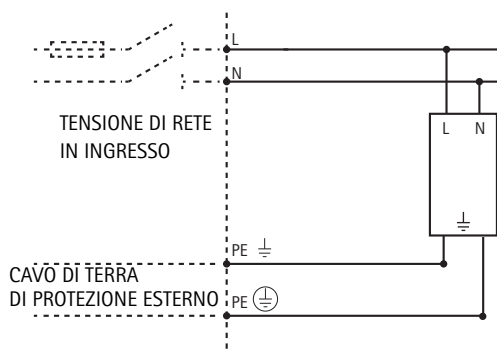

Fig 4
- Solo versione internazionale.** Vedere Fig 4.